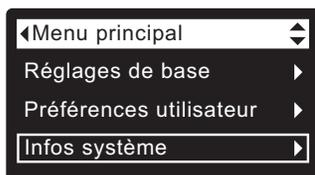

FIG. 62
1. À partir d'un écran d'état dynamique, appuyez sur le sélecteur (O) pour afficher le **Menu principal**.
2. Appuyez sur le bouton BAS (▼) pour faire défiler les options du menu et mettre en encadré **Infos système** (cf. Figure 62).